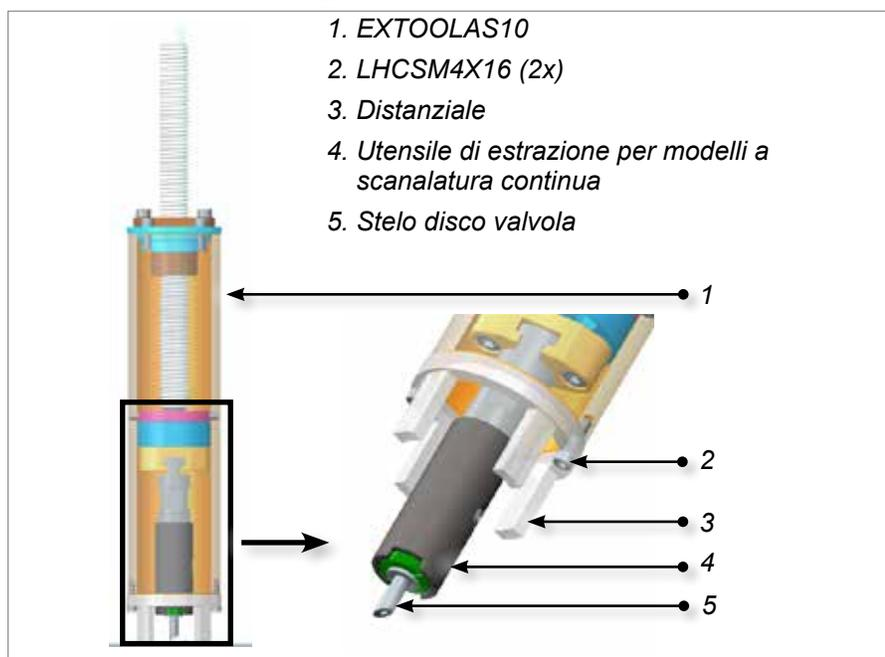

Figura 15-5 Per dischi valvola con scanalature continue
- b) Collegare l'utensile di estrazione del disco valvola allo stelo del disco valvola. Vedere la Figura 15-5.